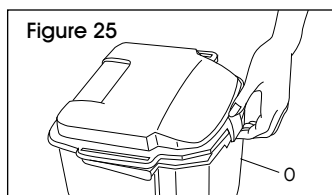

Figure 25
2. Déverrouillez la partie arrière du couvercle du réservoir, puis retirez le couvercle. Videz le réservoir. Videz l'eau sale depuis l'arrière du réservoir (O) (Voir Figure 25)